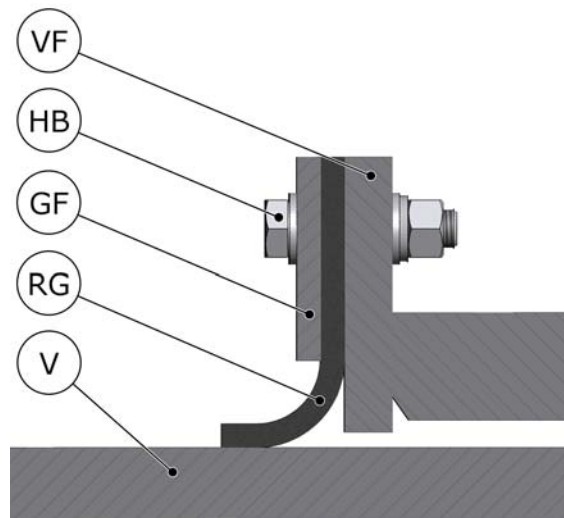

Figure 8 Remplacement du joint de visière
2. Dévissez et retirez les boulons hexagonaux (HB, voir Figure 8), les écrous et les rondelles de la bride de joint (GF).